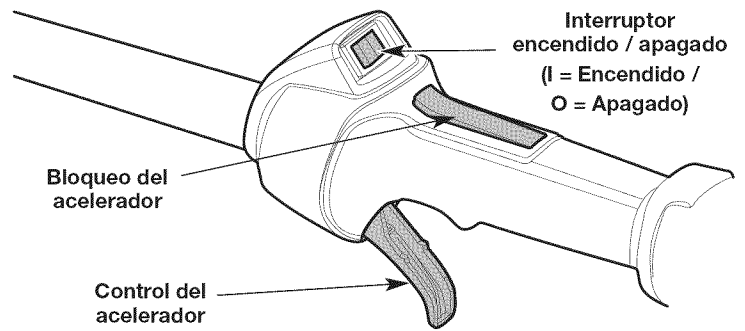

Fig. 11
NOTA: No hay necesidad de encender la unidad. El interruptor de Encendido/Apagado debe estar en la posición **Encendido (I)** en todo momento (Fig. 11).
5. Oprima y mantenga el bloqueo de acelerador. Apriete y mantenga apretado el control del acelerador (Fig. 11). Tire de la cuerda con movimiento controlado y firme hasta que la unidad arranque (Fig. 13).
2. Oprima y no suelte el interruptor de control de Encendido y Apagado en la posición **Apagado (O)** hasta que el motor se detenga por completo (Fig. 11).
6. Oprima y mantenga el bloqueo de acelerador. Apriete y mantenga apretado el control del acelerador (Fig. 11). Eche a andar el accesorio Speed Start™ por intervalos no mayores de 2 segundos cada vez hasta que la unidad arranque.